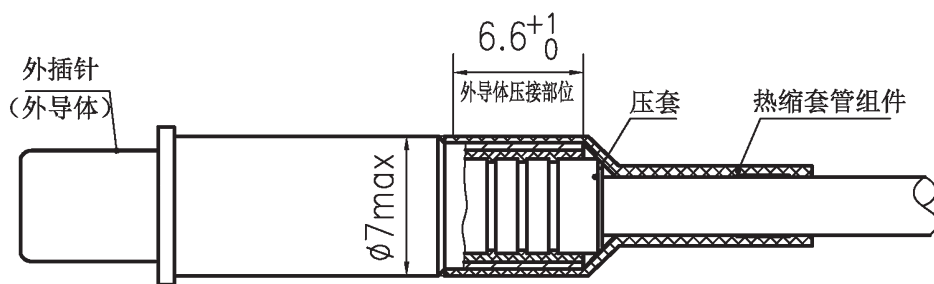

图7
(2) 把热缩套管组件推至外插针尾部台阶处，并在该位置热缩。见图7。